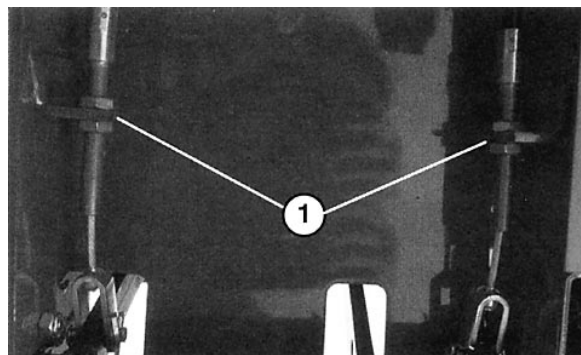

Fig. 30
2. For å redusere pedalenes frigang—dvs. stramme bremsene—løsnes fremre mutter på den gjengede enden av bremsekabelen (fig. 30). Trekk så til bakre mutter slik at kabelen føres bakover til bremsepedalene har en frigang på 13 til 25 mm. Trekk til fremre mutter når justeringen er riktig.